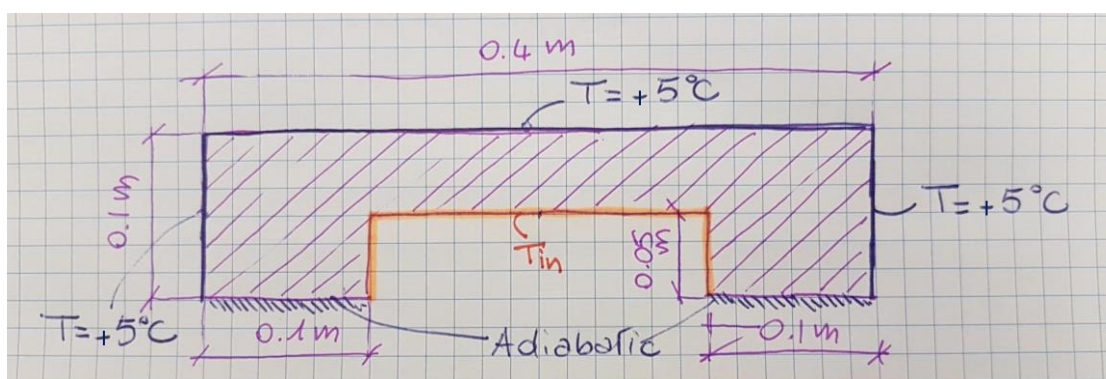

Figura 1
- 1) Si consideri la sezione di una trave in acciaio, riportata in Figura 1.